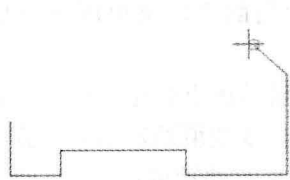

图 2-14 绘制短斜线
9) 绘制短斜线。切换正交模式, 通过键盘输入“@ -13, 12”, 按回车键, 操作结果如图 2-14 所示。